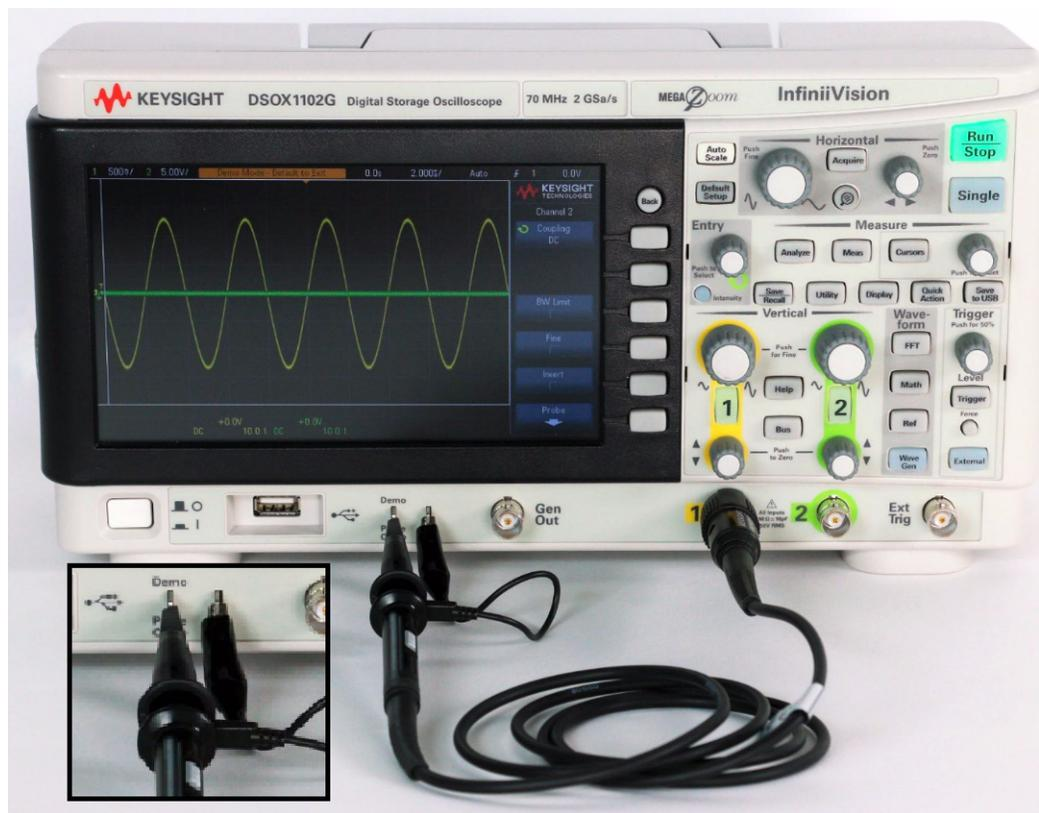

Figure 8 Conectar ponta de prova entre a entrada do canal 1 e o terminal de saída de sinal de treinamento
- 1 Conecte uma ponta de prova do osciloscópio entre o BNC de entrada do canal 1 e o terminal de saída denominado "Demo", como mostrado na **Figure 8**. Conecte esse clipe de aterramento da ponta de prova ao terminal central (terra).